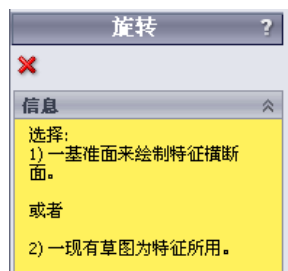

图 5.3.6 “旋转”对话框
Step2. 选择命令。选择下拉菜单 **插入(I)** → **曲面(S)** → **旋转曲面(R)...** 命令，系统弹出图 5.3.6 所示的“旋转”对话框。